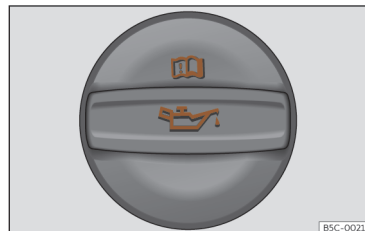

Fig. 200 Tapa de la boca de llenado de aceite del motor en el vano motor.
- Localice la boca de llenado de aceite del motor. Se reconoce por el símbolo  que hay sobre la tapa >>> fig. 200.
- Desenrosque la tapa de la boca de llenado de aceite del motor >>> fig. 200.